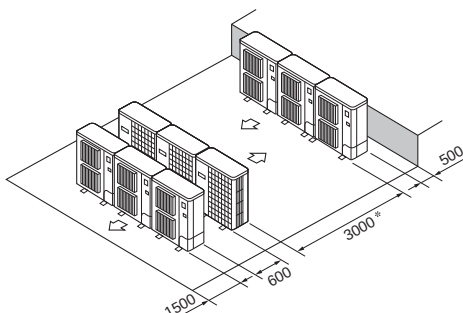

Fig. 2-13
- ⑥ Розміщення блоків на кількох паралелях (Fig. 2-13)